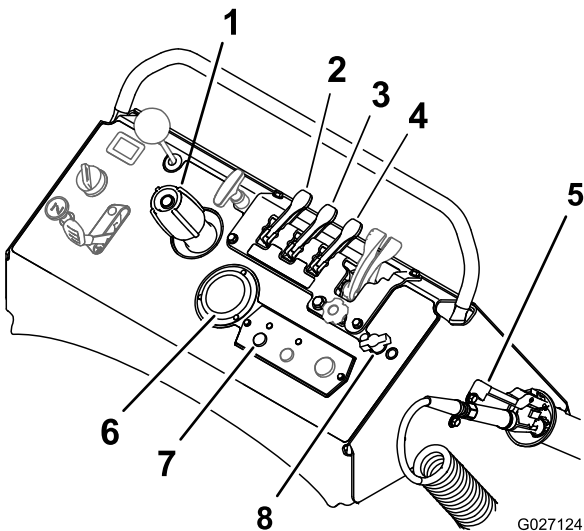

Figure 44
- Réglez la commande de pompe à la position Marche (Figure 44).